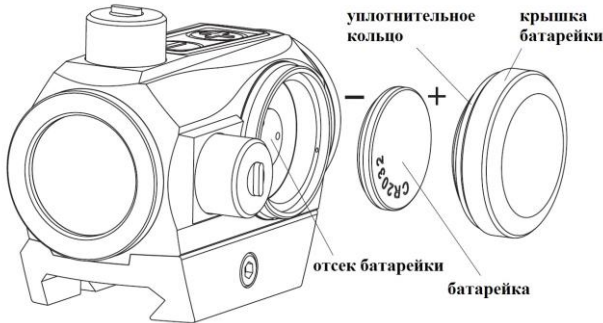

рис.2
2. Порядок извлечения и замены батарейки показан на Рис.2: